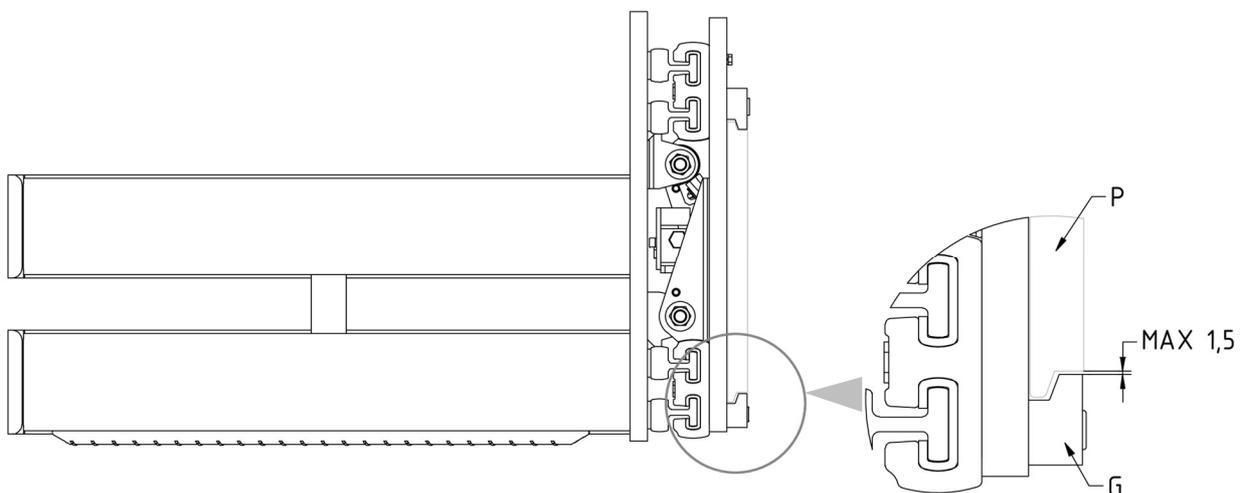

Figure 4
7. Revisser les 2 crochets inférieurs **G** de manière à ce que le corps de ceux-ci reste également accroché en dessous du tablier porte fourche **P** (avec jeu max. 1,5 mm, voir détail *Figure 4*), en serrant avec le couple de serrage indiqué dans le *tableau 3*.